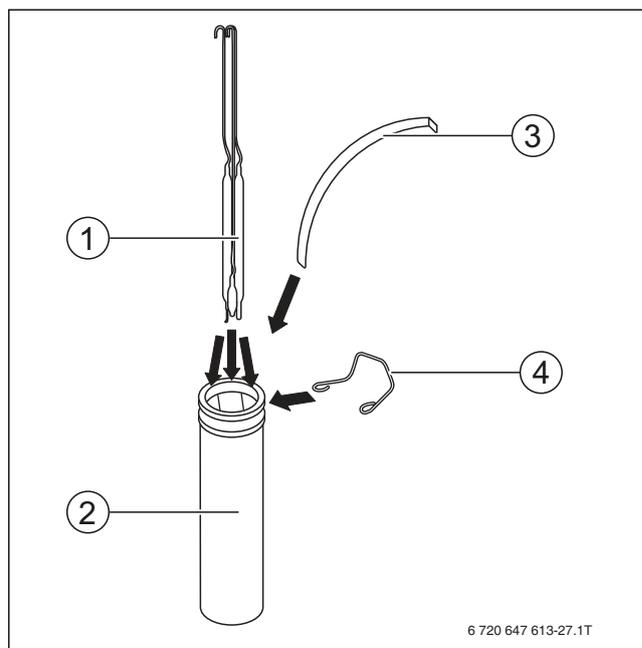

Рис. 38 Установка датчика температуры
- ▶ Выведите провод и капиллярную трубку датчика температуры котловой воды (FK) и предохранительного ограничителя температуры (STB) через держатель кабеля из котла.
- ▶ Заведите датчик температуры котла и предохранительный ограничитель температуры (→ рис. 38, [1], стр. 20) в погружную гильзу [2] на задней стороне котла.
- ▶ Вставьте датчик температуры и STB (→ рис. 38, [1]) до дна погружной гильзы (→ рис. 38, [2]).
- ▶ Прижмите датчик температуры и STB компенсационной пружиной (→ рис. 38, [3]) к стенке погружной гильзы.
- ▶ Закрепите датчик температуры и STB пружинной защёлкой (→ рис. 38, [4]).